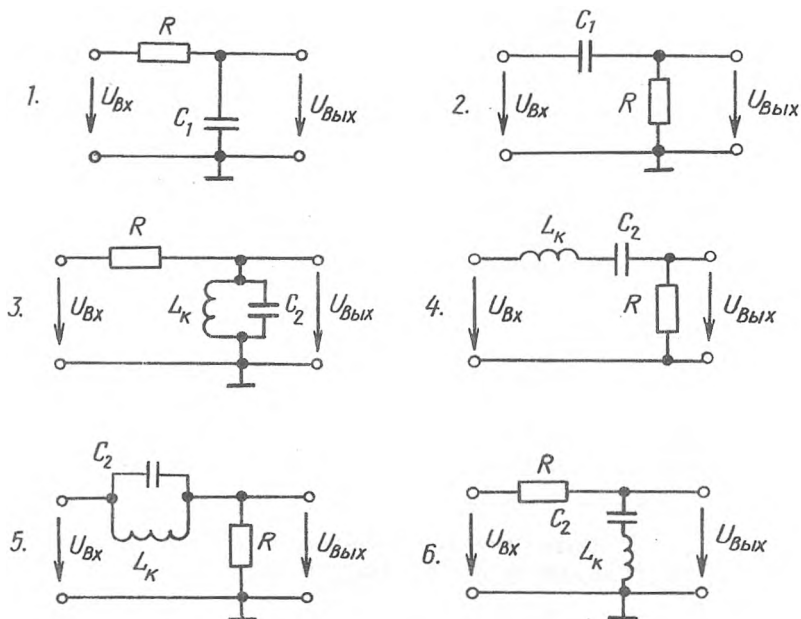

Рис. 8.1
2.2. Нарисовать три, заданные табл. 8.1, схемы и определить значение коэффициента передачи фильтра по напряжению $K_U = U_{\text{ВЫХ}}/U_{\text{ВХ}}$ для частоты $f = 0$, $f \rightarrow \infty$ да и частоте f_c , когда емкостное сопротивление X_c равно активному сопротивлению (схемы на рис. 8.1). Если в схемах возможен резонанс, то определить резонансную частоту $f_{\text{рез}}$ и коэффициент K_U при резонансе.